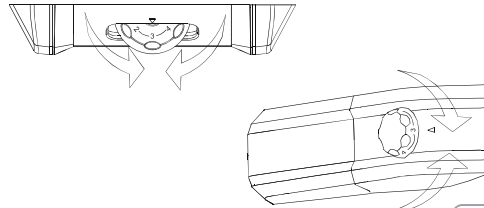

Fig.5
- El ajuste de la temperatura de los compartimentos se realiza girando la rueda del termostato (fig. 5). Seleccione la posición deseada: